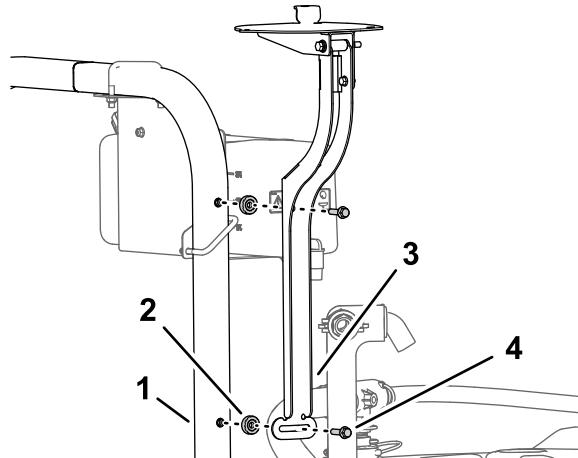

Figure 156
1. Fixez le support du récepteur et l'entretoise (3/8" x 7/16") à l'arceau de sécurité avec le boulon à embase (3/8" x 1 1/2"), comme montré à la Figure 156.